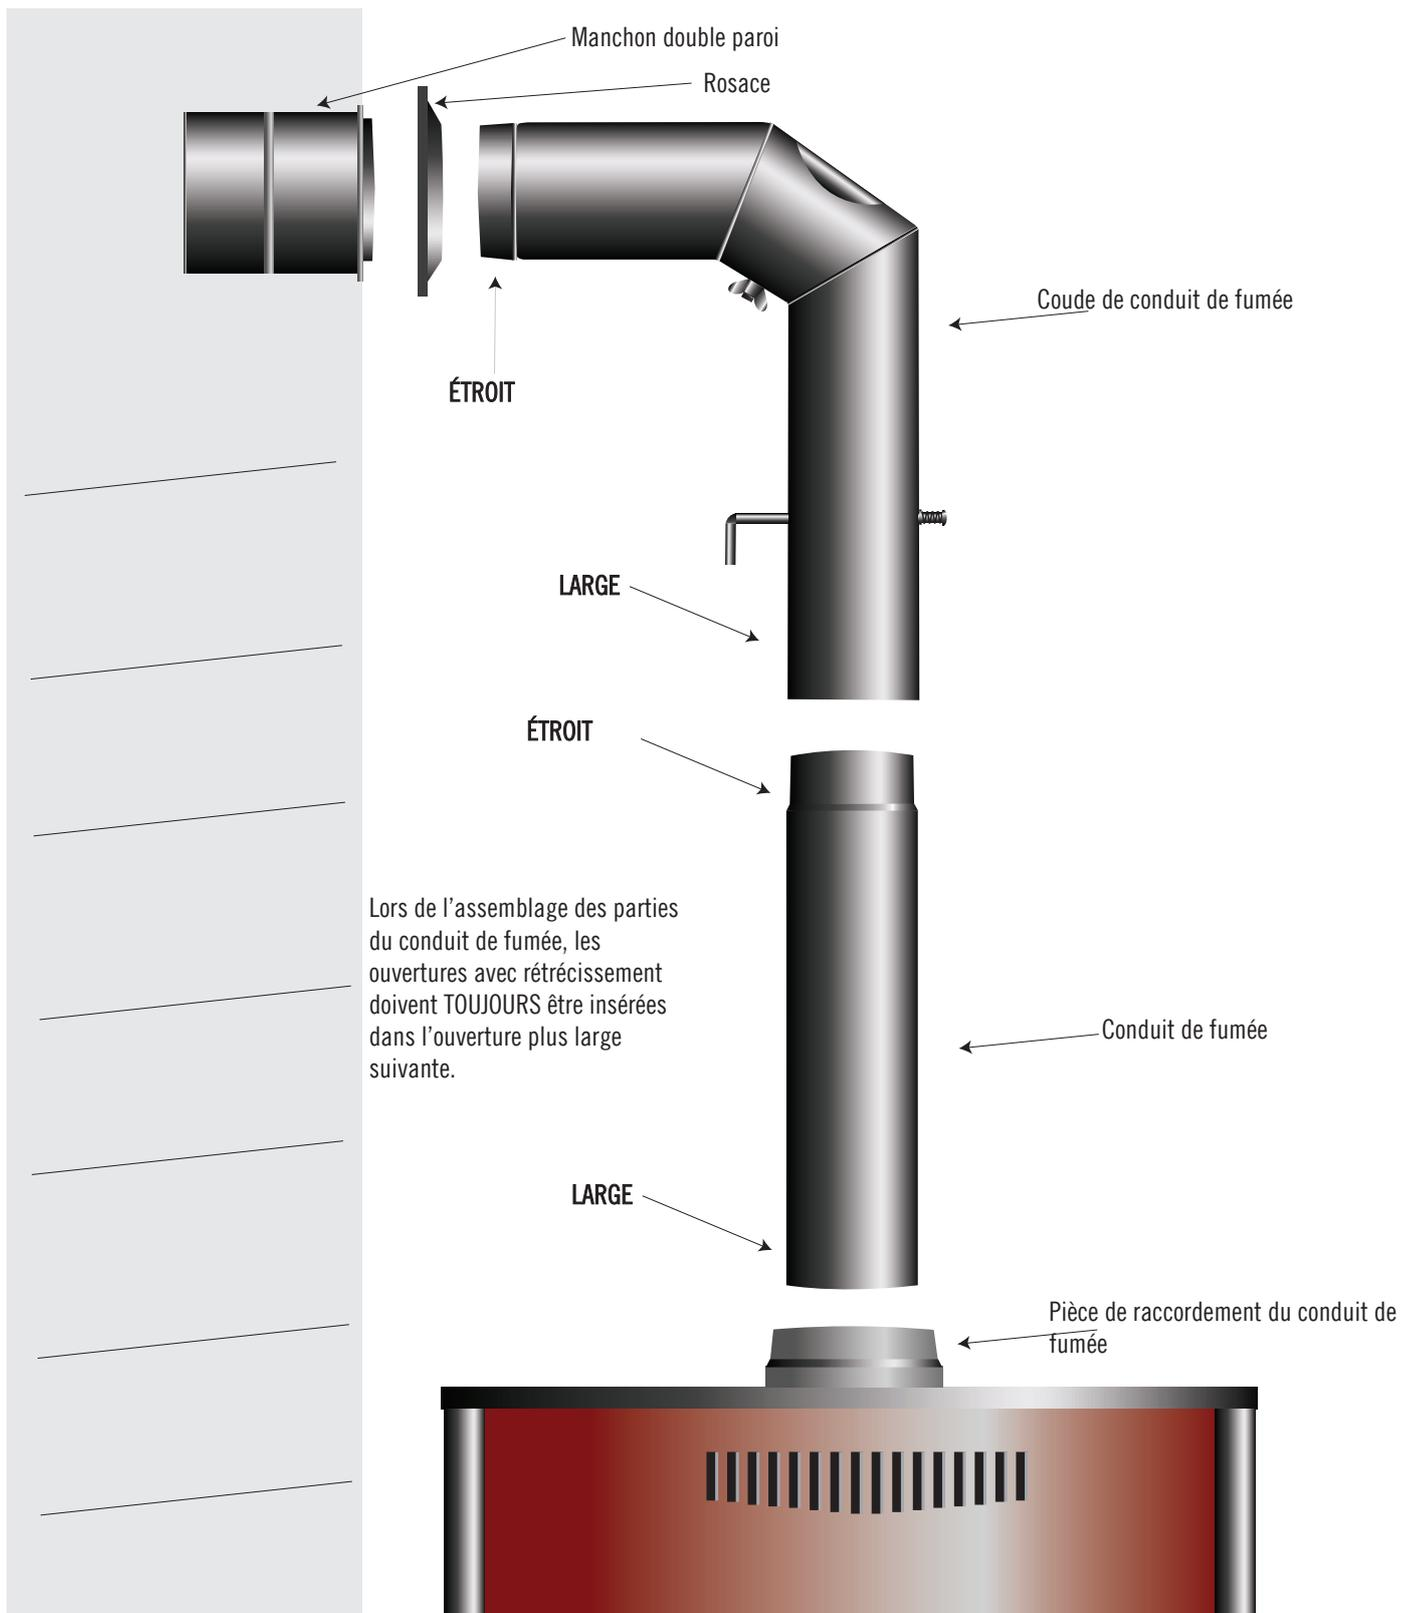

Figure 1 : Raccordement du poêle à bois à la cheminée
2. Figure 1 : Raccordement du poêle à bois à la cheminée	Page 36